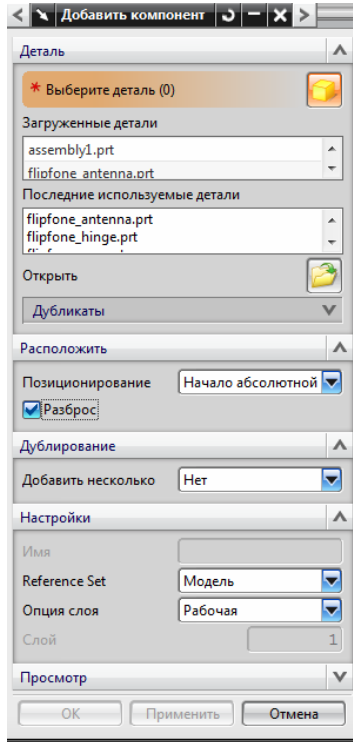

Рисунок 1.2 – Діалогове вікно - *Добавить компонент*.
– виберіть пункт меню *Сборки*→*Компоненты*→*Добавить существующий*. Після цього з’явиться діалогове вікно *Добавить компонент* (рис.1.2), яке містить опції для вибору файлу компонента (табл.1.3);